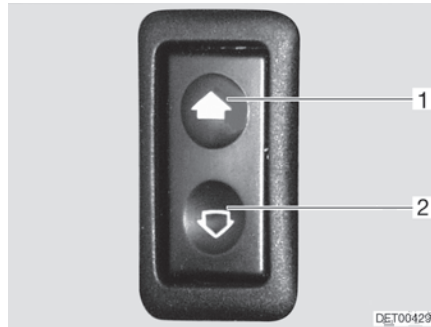

Bild 26 Reglage för elmanövrerad fönsterhiss
**Öppna:** ■ Tryck nedtill (Bild 26,2) på kontakten.
**Stänga:** ■ Tryck upptill (Bild 26,1) på kontakten.